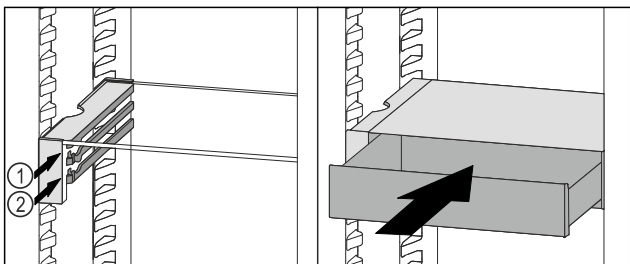

Fig. 116
- ▶ Поставете чекмеджето на VarioSafe зад ограничителите върху желаното ребро Fig. 116 (1) или Fig. 116 (2).